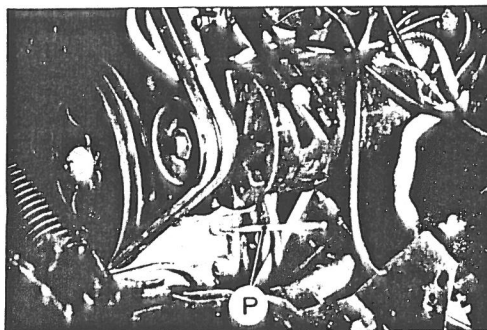

Fig. 7.
2. Cylinder nummer 1 bringes i kompressionsslag. Et stykke \varnothing 6 mm rundjern (P. fig. 7) føres ind gennem hullet i koblingshuset under dynamoen. Motoren drejes nu ganske langsomt, indtil rundjernsstangen fanger i et hul i svinghjulet. Nu står motoren således, at stemplet i cyl. 1 er 12° før top.